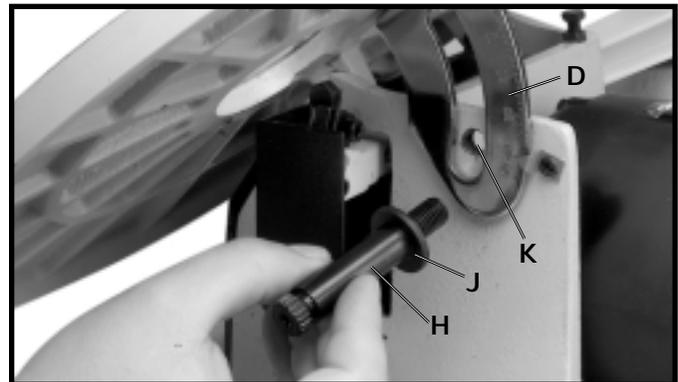

Fig. 9
7. Vissez l'extrémité fileté du goujon (H) fig. 9, avec la rondelle plate M10 (J), dans la fente de l'équerre comportant l'échelle d'inclinaison (D) et dans le trou taraudé (K).